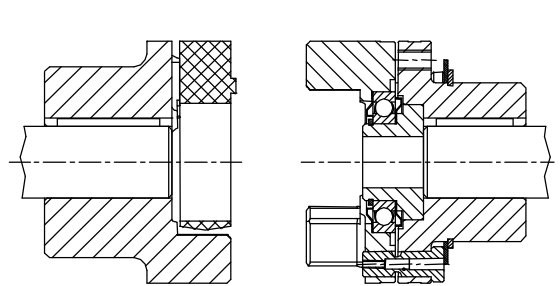

Bild 5: Montage des Zahnkranzes
- Setzen Sie den Zahnkranz in die Nockenpartie der Nabe ein (siehe Bild 5).